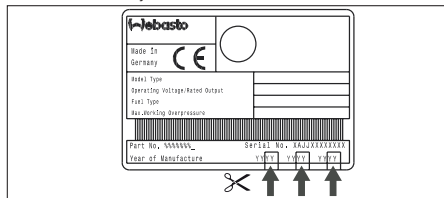

Abb. 05: Beispiel Typschild / Typschildduplikat
- ▶ An Typschild und Typschildduplikat alle Jahreszahlen bis auf das Einbaujahr entfernen. Siehe Abb. 05.